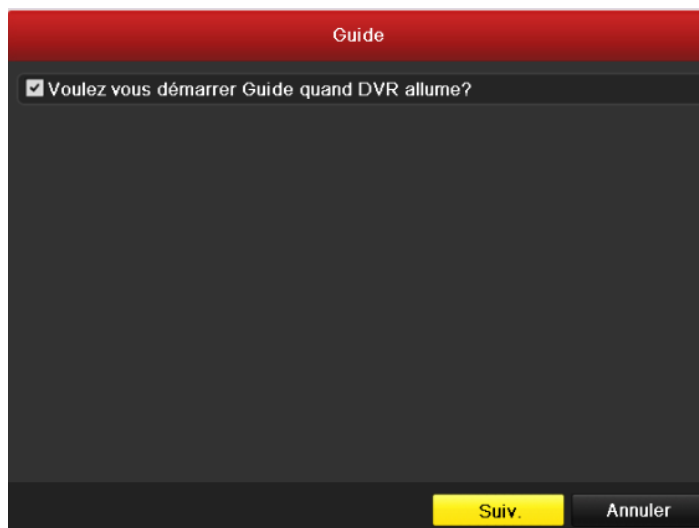

Figure 2.2 Ouverture de l'interface de l'assistant
2. Cliquez sur le bouton **Suivant** de la fenêtre de l'assistant afin d'ouvrir la fenêtre de **connexion**, comme indiqué dans la figure 2.2.